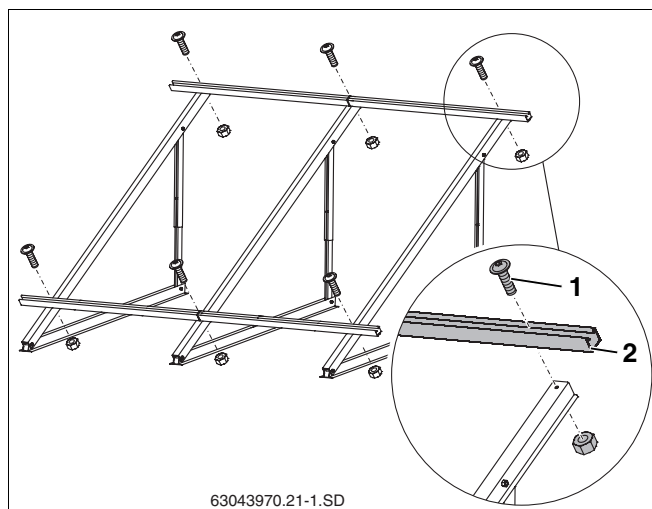

Fig. 34 Montaje de los perfiles guía (aquí: para 2 colectores verticales)
- ▶ Apriete ligeramente los perfiles de guía premontados (fig. 34, **pos. 2**) con tornillos M8x20 (fig. 34, **pos. 1**), para poder nivelar los perfiles guía.